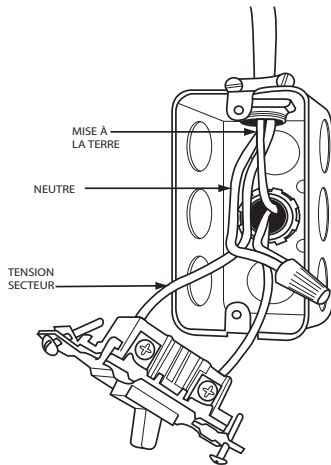

Fig. 35 – Coffret électrique externe
5. Fixez le coffret électrique externe au caisson de la chaudière à l'aide de deux (2) vis à tête.
11. Raccordez les fils d'alimentation et neutres sur place aux fils d'alimentation électrique de la chaudière à l'intérieur du coffret électrique externe, comme illustré à la Fig. 35.
1. Percez deux (2) trous de 3 mm (1/8 po) dans les dépressions du caisson de la chaudière près de la découpe de 22 mm (7/8 po) sur le côté du caisson. Ne retirez pas la découpe du côté du caisson.
9. Raccordez les fils d'alimentation et neutres sur place aux fils d'alimentation électrique de la chaudière à l'intérieur du coffret électrique externe, comme illustré à la Fig. 35.